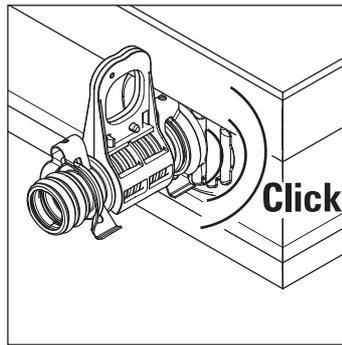

Figura 3-24 Innestare il compensatore
- Inserire i compensatori nei tubi di collegamento dell'ultimo collettore montato finché i bloccaggi non si innestano (Figura 3-24).